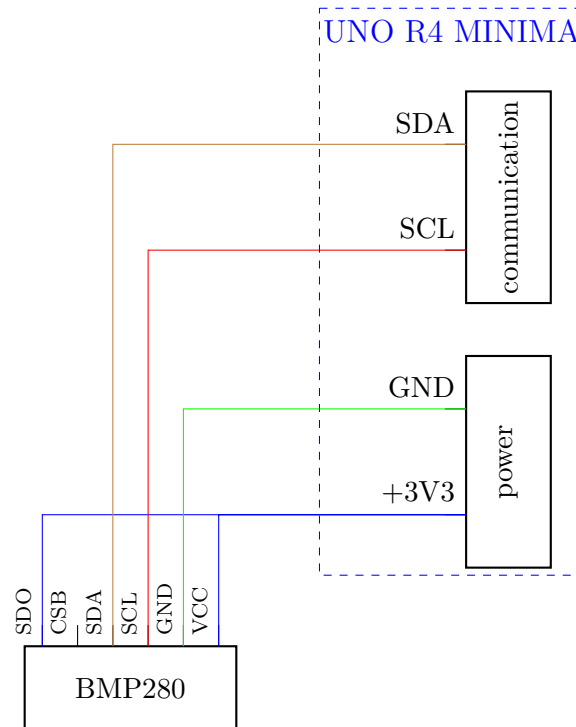

Figura 4.1: Conexión de sensor de presión absoluta BMP280
- a. Conecte el amplificador HX711 tal como se muestra en la Figura 4.1